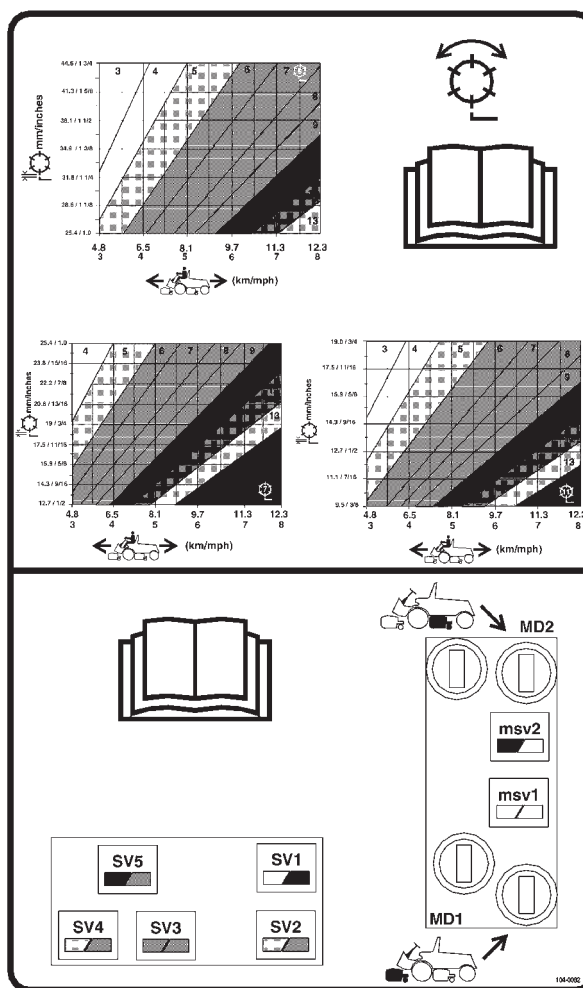

Bild 27
3. Bestimmen Sie die korrekte Spindeldrehzahl-Einstellung für die 5-, 7- oder 11-Messer-Mähwerke anhand der zutreffenden Kurve (siehe Bild 27).